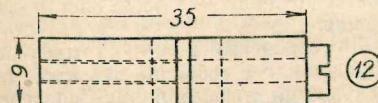
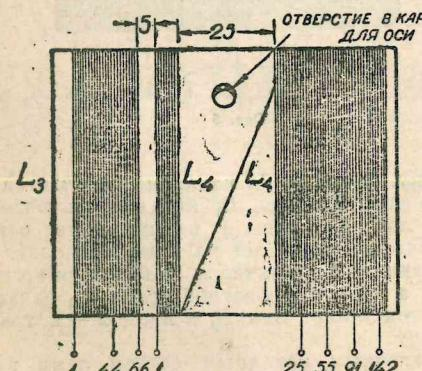

Рис. 5
Рис. 7
Синхронизатор состоит из: основания (12) (рис. 5), направляющей втулки латунной или железной трубы соответствующего диаметра (14), сердечников электромагнитов (16) (рис. 6), 4 обмоток этих электромагнитов (17) и зубчатого колеса (15) (рис. 7).
Катушки L_3 и L_4 мотаются таким же образом и на тех же каркасах. Катушка L_3 мотается из провода того же диаметра и изоляции, что и первые две катушки. Она имеет 66 витков с выводом от 44-го витка. Катушка L_4 мотается на 5 мм отступа от катушки L_3 . Намотав 15 витков, делают пропуск в 25 мм. В этом месте будет расположена рамка. Выводы делаются аккуратно таким же способом, что и в катушках L_1 и L_2 . У катушки L_4 отводы берутся от 25, 55 и 91 витков. Для ясности мы приводим на рис. 7 расположение катушек L_3 и L_4 . Катушка мотается обязательно в одном направлении. Катушка обратной связи мотается на отдельной деревянной болванке, которая вращается в каркасе ка-